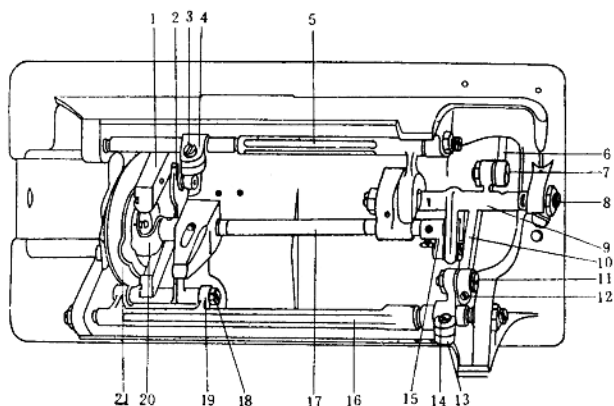

图 5 机头底部零件名称
5. 机头底部零件: 卸下皮带, 向外推倒机头, 就能看到机头底盘下面的各种零件 (图 5), 其名称如下: